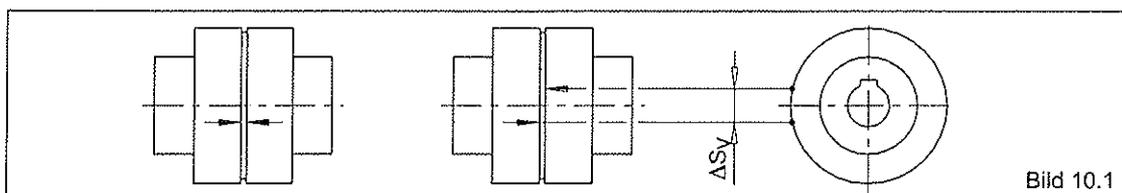

Bild 10.1
Soweit für den Betrieb der Kupplung ein erhöhtes Kupplungsspiel nicht von Nachteil ist, können die elastischen Pakete (12) bis zum Erreichen einer definierten Verschleißgrenze im Einsatz verbleiben, bevor sie auszuwechseln sind. Zur Beurteilung des Verschleißes wird in Tabelle 10.1a bzw. Tabelle 10.1b das erlaubte Verdrehspiel ausgewiesen, das auf das Sehnenmaß  $\Delta S_V$  am äußeren Kupplungsdurchmesser umgerechnet ist. Um das Maß  $\Delta S_V$  zu ermitteln, wird ein Kupplungsteil ohne Drehmoment bis zum Anschlag gedreht und eine Markierung auf ein Kupplungsteil aufgebracht (siehe Bild 10.1). Durch Drehen des Kupplungsteils in die entgegengesetzte Drehrichtung bis zum Anschlag, wandern die Markierungen auseinander. Der Abstand zwischen den Markierungen ergibt das Sehnenmaß  $\Delta S_V$ . Überschreitet das Maß  $\Delta S_V$  den in Tabelle 10.1a bzw. Tabelle 10.1b angegebenen Wert, ist ein Austausch der Pakete (12) vorzunehmen.